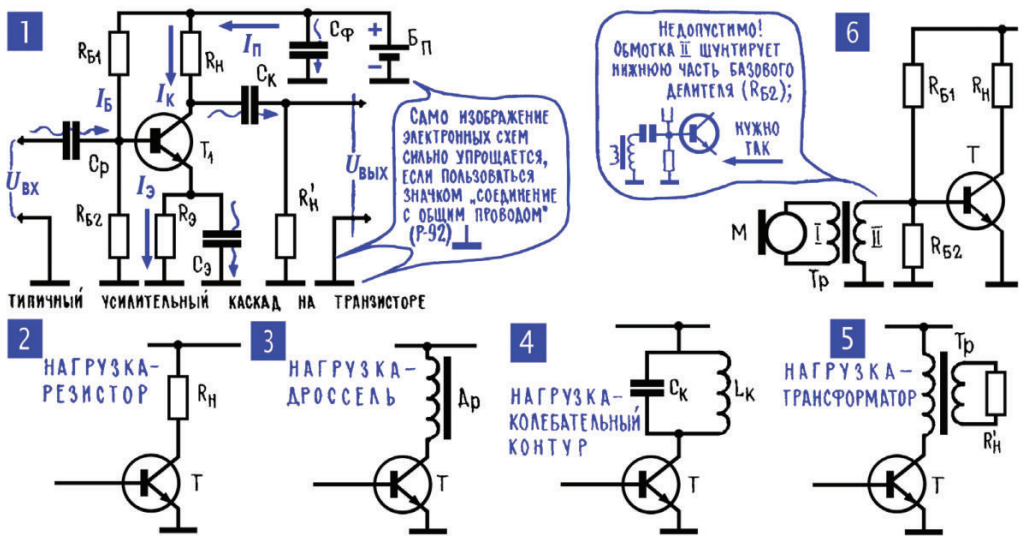

Рис. 10.10. Усилительный каскад на транзисторе
19. Транзисторные схемы находят все более широкое применение. То, что в самых разных электронных схемах встречаются одни и те же схемотехнические решения, подтверждает еще и рис. 10.10, на котором показаны некоторые фрагменты транзисторных усилительных каскадов. Этот рисунок возвращает нас из области ламповых усилителей к транзисторным, с которыми мы уже не расстанемся. Такая «транзисторизация» связана с важными достоинствами транзисторов. С их долговечностью, малыми габаритами, экономичностью: для создания одной и той же «мощной копии» транзисторный усилитель потребляет от источников питания в несколько раз меньше энергии, чем ламповый. Это особо важно для переносной аппаратуры – здесь экономное расходование электроэнергии позволяет резко уменьшить вес батарей. Кроме того, транзистор привлекает своей неприхотливостью в части питания – на анод лампы нужно подать десятки, а то и сотни вольт; на коллектор транзистора – всего несколько вольт; для питания лампы нужно иметь два напряжения – накальное и анодное, транзистор обходится одним источником питания. Когда в начале 1950-х появились первые транзисторы, мало кто думал, что они так хорошо смогут заменить лампы: у транзисторов в то время было очень много недостатков. Сначала они работали только на низких частотах; их параметры даже
Примечание редактора. В дальнейшем процесс повторился при переходе от транзисторов к интегральным схемам: если питание типичной ламповой схемы составляет 80–150 В (плюс обязательный мощный источник накала катода), то транзисторной – уже 9–12 В. А питание интегральной схемы может не превышать 3–5 В и даже менее, при одновременном снижении тока потребления в десятки и сотни раз. Кроме того, транзисторы и интегральные схемы имеют несравнимо меньшие габариты, и еще в транзисторной электронике пришлось отказываться от многих типовых решений, присущих ламповой электронике: таких как применение трансформаторов и дросселей (см. «Примечание редактора» в гл. 6; 24). Поэтому многие указанные далее схмотехнические решения, связанные с применением намоточных изделий (особенно такие, как на рис. 10.10; 5), уже давно не применяются на практике.
20. Типичный усилительный каскад на транзисторе. В первой из схем на рис. 10.10; 1 нам встречаются «знакомые все лица» – нагрузка R_H , делитель R_{B1} / R_{B2} , с которого подается смещение на базу (рис. 10.3), переходной конденсатор C_K , через который ответвляется на резистор R'_H часть переменной составляющей коллекторного тока. И чем меньше сопротивление R'_H , тем большая часть идет через него и меньший ток замыкается через нагрузку R_H . Кстати, цепочка $C_K R'_H$ представляет собой делитель напряжения.
В транзисторных усилительных каскадах так же, как и в ламповых, в качестве нагрузки могут использоваться катушка (дроссель), колебательный контур, и, кроме того, нагрузка может включаться в коллекторную цепь через трансформатор (рис. 10.10; 3, 4, 5). А вот соединение базы с эмиттером через небольшое сопротивление источника сигнала, скажем через микрофонный трансформатор (рис. 10.10; 6), в транзисторном усилителе по схеме рис. 10.10; 1 уже невозможно, потому что это небольшое сопротивление войдет в делитель R_{61} / R_{62} и резко уменьшит сопротивление его нижнего участка, постоянное смещение на базе практически исчезнет, транзистор окажется запертым. Источник сигнала с малым собственным сопротивлением приходится подключать к базе через разделяющий конденсатор C_p : он легко пропускает переменное напряжение (усиливаемый сигнал) и не позволяет источнику сигнала шунтировать нижнюю часть делителя по постоянному току.